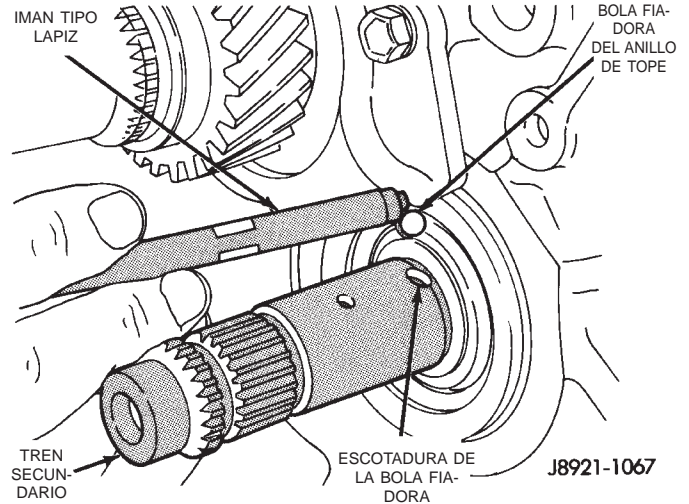

Fig. 60 Desmontaje de la bola fiadora del anillo de tope del engranaje de quinta velocidad
(12) Retire la bola fiadora del anillo de empuje del engranaje de quinta velocidad del árbol intermedio (Fig. 60).